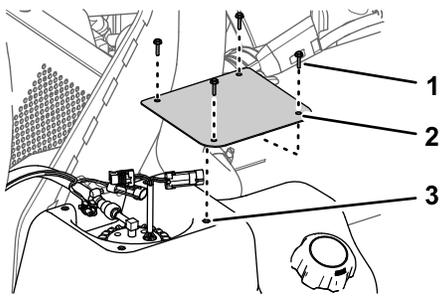

Bild 84
1. Befestigen Sie die Abdeckung mit den vier Schrauben (Nr. 10 x 3/4"), die Sie in Schritt 2 von Entfernen der Abdeckung der Kraftstoffpumpe (Seite 67) entfernt haben, am Tank (Bild 84).